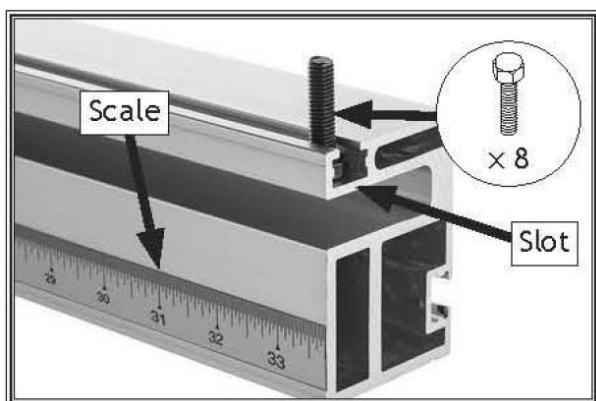

Рисунок 23. Болт с шестигранной головкой, расположенный в пазу передней части направляющей параллельного упора.
12. Расположите параллельный упор так, чтобы шкала была обращена к вам. Вставьте (8) болты с шестигранной головкой М8-1.25 x 30 в открытый паз (см. рис. 23).